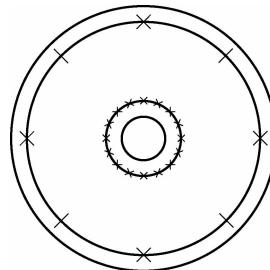

图 3-45 等分圆(二)
(7) 将半径为 161 mm 的圆等分成 16 份, 如图 3-45 所示。